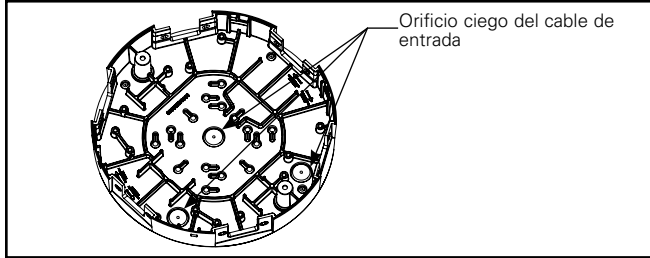

Figura 1.
1. Rompa o perforo el orificio ciego del cable de entrada del cubo para el cable de entrada según sea necesario, por lo general, la ubicación central. (Figura 1).